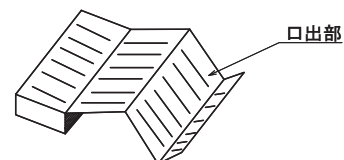

図3
- (3) 記録紙は印刷面を表面にし、図3の口出部方向からカートリッジに組み入れます。(図3)